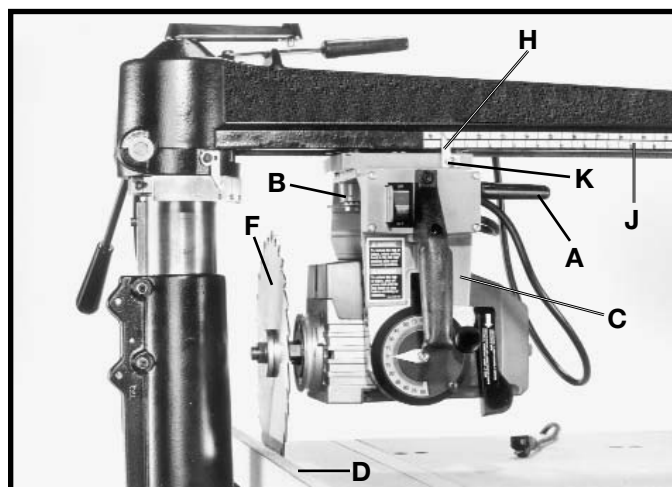

Fig. 43
2. Afloje la palanca de abrazadera del yugo (A) Fig. 43. Suelte el índice del yugo presionando la palanca de índice del yugo (B) hacia arriba o abajo, y girando el cabezal de corte (C) a la posición de corte a lo largo interno según lo ilustrado. Apriete la palanca de abrazadera del yugo (A).
3. Posicione la guía (D) Fig. 43 en la parte posterior de la mesa como se ilustra aquí.
4. Afloje la perilla de abrazadera del cabezal de corte (no ilustrada) y deslice el cabezal de corte (C) Fig. 43 hacia la parte posterior del brazo guía hasta que la hoja de la sierra (F) quede pareja contra la guía (D).
5. Apriete la perilla de la abrazadera del cabezal de corte (no ilustrada) y ajuste el indicador (H) Fig. 43, de ser necesario, a la marca de "cero" en la escala inferior (J) aflojando el tornillo (K). Una vez realizado el ajuste, apriete el tornillo (K).